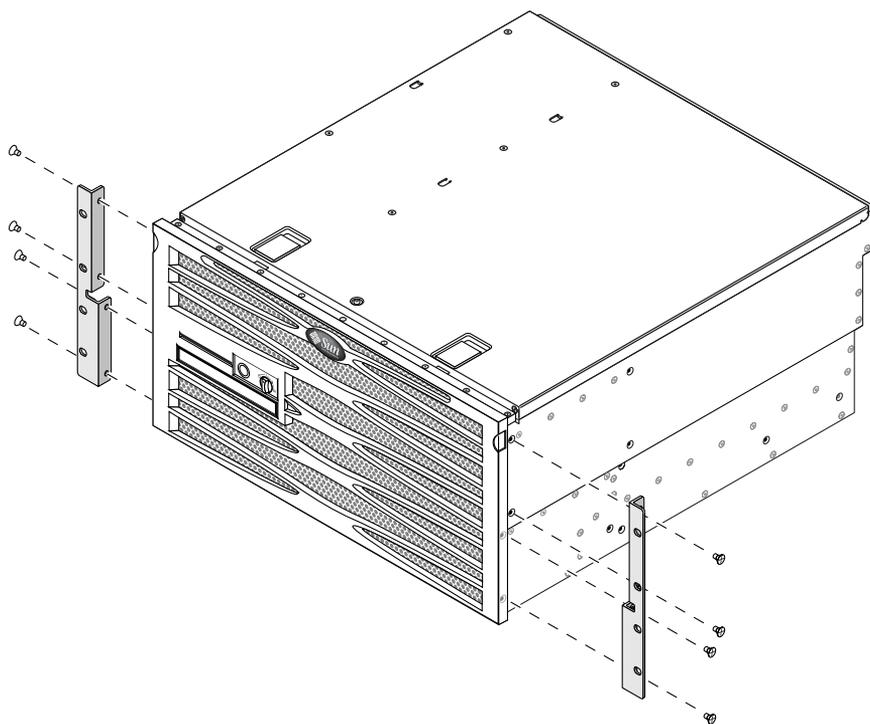

図 3-2 サーバーへのハードマウント固定部品の固定
2. 付属の M5×8 mm プラスの皿頭ねじを 8 本 (各固定部品に 4 本ずつ) 使用して、ハードマウント正面固定部品をサーバーの側面に固定します (図 3-2)。